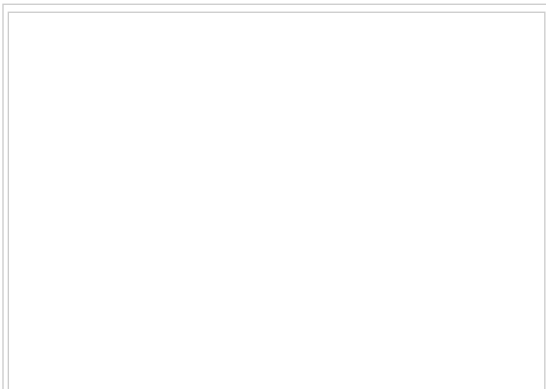

Fig. 1 : Ajuste de posición de parantes.
- Fijar los parantes verticales a las caras exteriores de las guías "L" ubicadas en la cara superior e inferior del gabinete de forma de maximizar la distancia horizontal entre los parantes. Las 4 fijaciones de los parantes se harán en la 4ª perforación (contando desde el fondo del gabinete hacia adelante Fig. 1), debiendo quedar la cara frontal de los parantes a una distancia de aprox. 11.5 cm del fondo del gabinete (Fig. 3 derecha). Deberán ajustarse firmemente las tuercas verificando que en todos los casos cuenten con arandela plana y de presión.